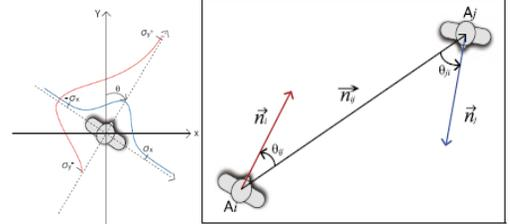

図1 個人空間モデルと互いの視線の方向性
- 前面の空間を他の面より広くとる（図1左）
- 視線の方向性：知り合い、話し合いたいときは $q$ の角度が小さくなる（図1右：矢印の視線方向と対人の角度）